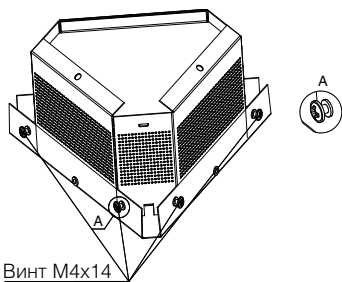

Рис. 2 – Установка винтов на дожигатель
- На дожигатель наживите винты для установки в пазы верхних профилей (Рис. 2);